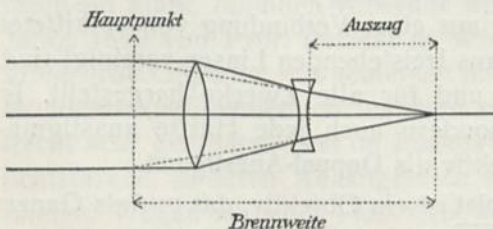
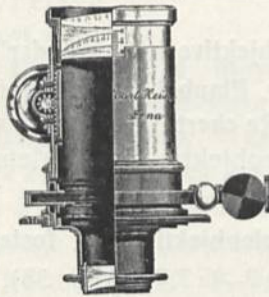
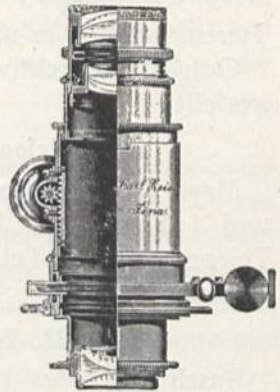

Abb. 52.
Abb. 53.
Abb. 54.
Tele- oder Fernobjektive stellen in vereinfachter Form die Verbindung eines photographischen Objektivs mit einem Fernrohr dar und ermöglichen verhältnismäßig große Aufnahmen aus großen Entfernungen mit kurzen Kameraauszügen. Die Auszugsverkürzung hängt mit der Verlegung des Hauptpunktes vor das Objektiv zusammen (Abb. 52). Sie beträgt etwa die Hälfte des Auszugs bei Verwendung eines Doppelobjektivs gleicher Brennweite. Teleobjektive bestehen aus einer positiven Vorderlinse, dem Tele-Positiv —, das entweder eine korrigierte Sammellinse wie in Abb. 53 oder ein lichtstarkes photographisches Objektiv wie in Abb. 54 sein kann —, einer negativen Hinterlinse (Zerstreuungslinse), dem Tele-Nega-
**Meyer** Teleobjektiv, **Plaubel** Anastigmat-Tele-Peconar 1:3 bzw. 1:4,5 und 1:5 bzw. 1:6, **Reichert** Teleobjektive (Tele-Negative), **Rodenstock** Teleansatz, **Suter** Teleobjektiv, **Zeiß** Teletubus und Tele-Negative. (Abb. 53 und 54.)